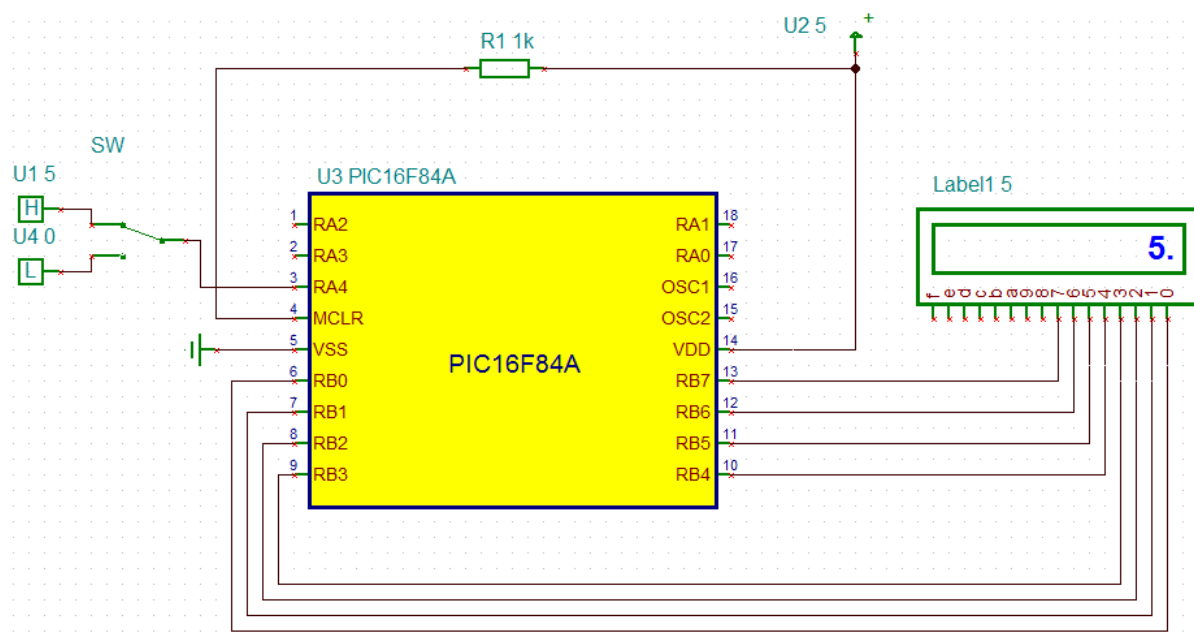

Рис.4.25. Модель счетчика на таймере
1. Собрать схему счетчика на таймере (рис.4.25). Сохранить файл в папке TI-LAB7.